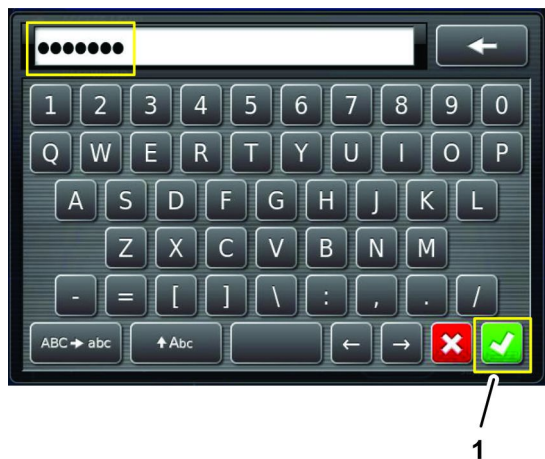

图 248
6. 用显示屏键盘键入您在第 1 步收到的密码然后按“确认”图标 图 248。